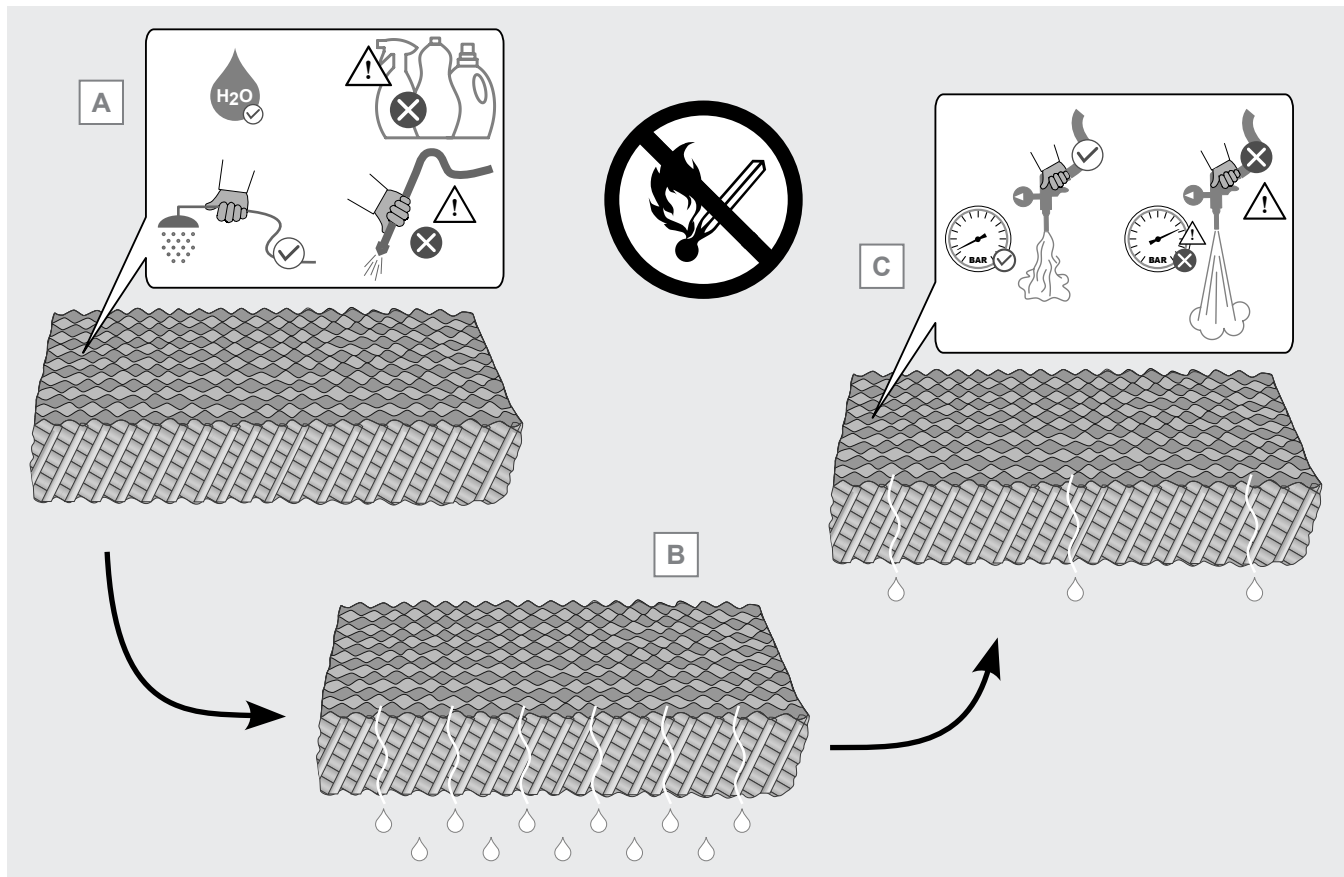

Abbildung 19
- 12.9.11 Verwenden Sie zur Reinigung nur Wasser. Verwenden Sie keine Reinigungsmittel, Entkalkungsmittel, schäumende, säurehaltige oder alkalische Substanzen. Die Verwendung von Reinigungsmitteln oder anderen Substanzen zur Reinigung der Platten kann zu einer Verschlechterung der Pappe, zu Algenwachstum und Bakterienwachstum führen. Algen, Bakterien und Mikroorganismen im Allgemeinen können die Struktur der Platte und damit ihre Leistung dauerhaft beeinträchtigen. Siehe Abbildung 19 A.
- 12.9.12 Lassen Sie das Wasser nach der Reinigung einige Minuten lang aus der Platte abtropfen, siehe Abbildung 19 B. Falls erforderlich, entfernen Sie überschüssiges Wasser mit einem Niederdruck-Druckluftstrahl. Achten Sie darauf, dass die Platten nicht durch übermäßigen Druck beschädigt werden, siehe Abbildung 19 C.